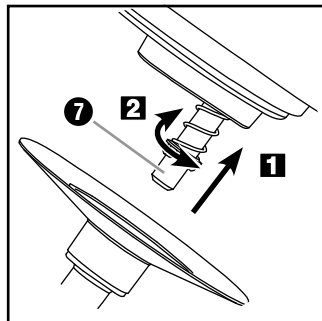

Bild 2: Montera tillbehör
6) Beroende på vad du ska göra monterar du degkroken 10, ballong- 11 eller grovvispen 12 på drivaxeln 7 (bild 2):
- Sätt degkroken 10, ballongvispen 11 eller grovvispen 12 (hädanefter kallade "tillbehör") på drivaxeln 7 så att de två metallstiften på drivaxeln 7 fastnar i tillbehörets 10 11 12 urtag (bild 2 / 1).
- Tryck tillbehöret 10 11 12 hårt mot drivaxeln 7 så att fjädern trycks ihop och vrid samtidigt tillbehöret 10 11 12 en aning motsols (mot 1) så att det fastnar (bild 2 / 2).